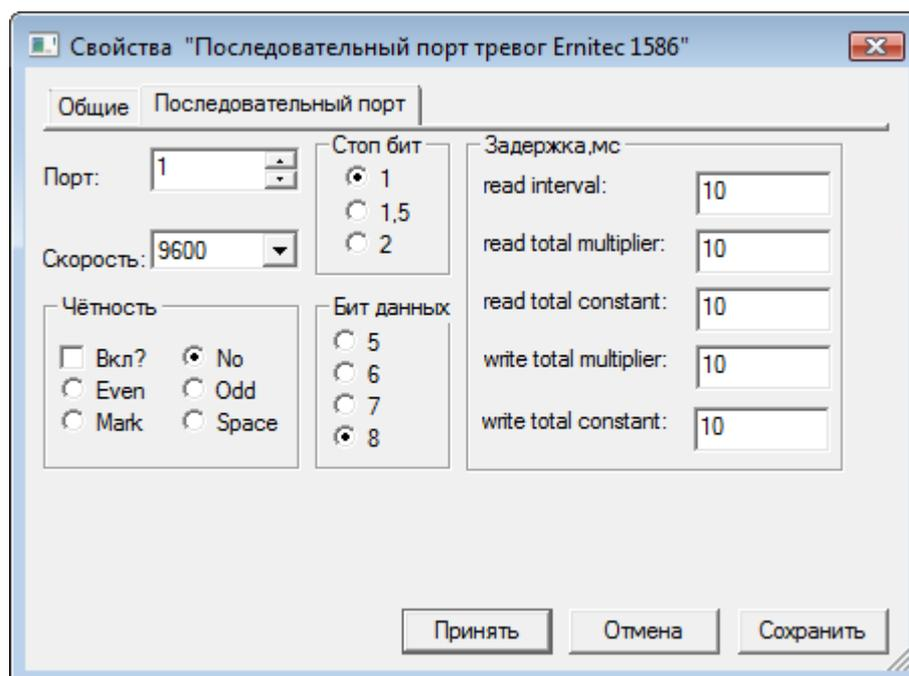

Рисунок 26 — Окно частных свойств элемента **Последовательный порт тревог Ernitec**
2. В окне частных свойств элемента **порт тревог Ernitec** в поле **Порт** введите номер последовательного порта, по которому нужно получать тревоги (рисунок 26).